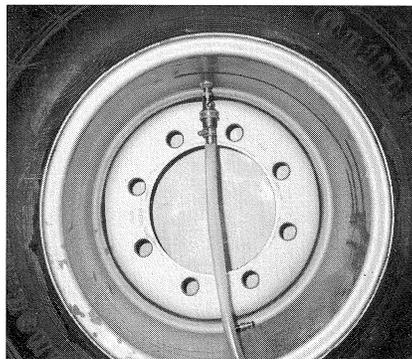

Bild 59
4. Lösung von einem höher liegenden Behälter einlaufen lassen (Bild 59).
5. Von Zeit zu Zeit Entlüftungsknopf am Reifenfüllventil betätigen (Bild 59).